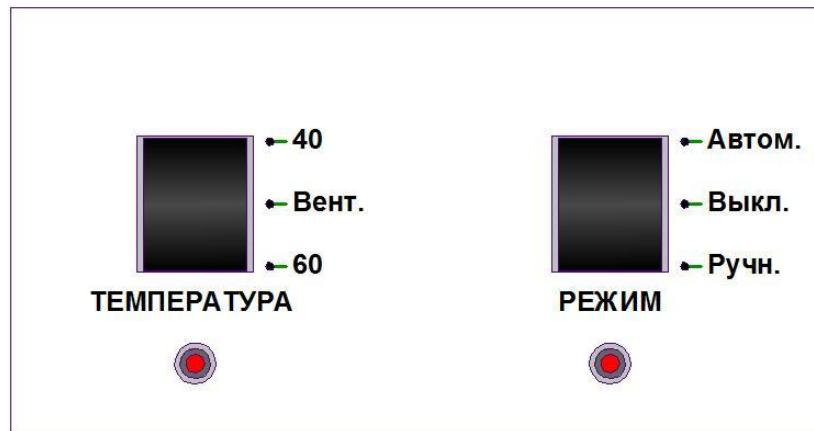

Рис. 20 Панель управления.
5.1. На рис.20 представлена панель управления шкафом с переключателями режимов работы и световыми индикаторами.